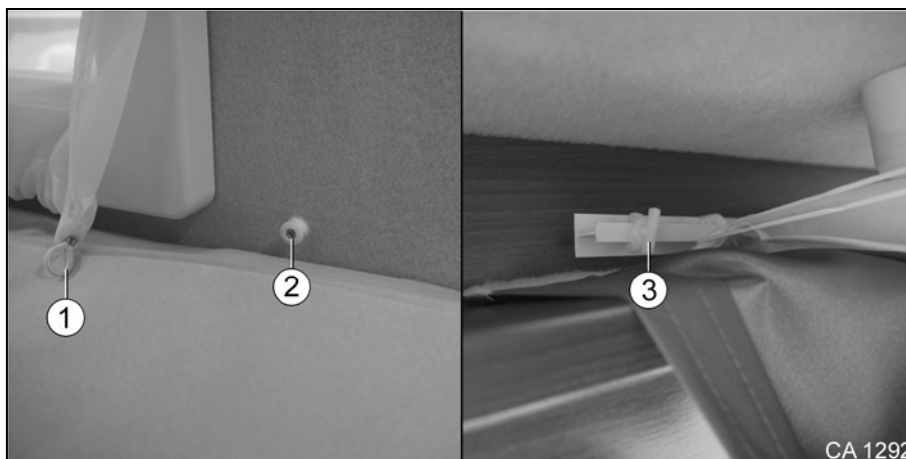

Fig. 161 Rideau
1. Desserrer les deux passants (Fig. 161/1) du dispositif de fixation (Fig. 161/2).
2. Ouvrir la fermeture (Fig. 161/3) en tournant.